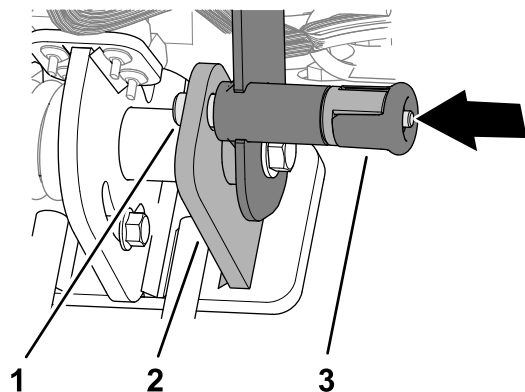

Bild 66
2. Achten Sie darauf, dass der Lenkerverriegelungstift durch das Loch in der Rastplatte ragt (Bild 66).